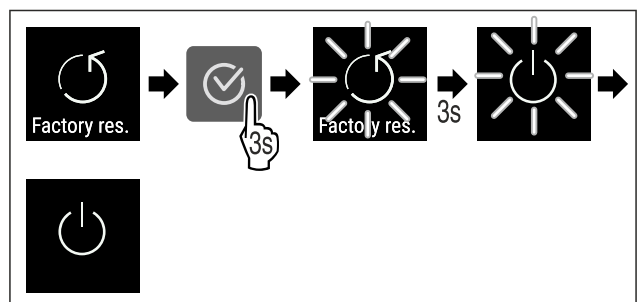

Fig. 93
- ▶ Провести етапи операцій (див. Fig. 93) .